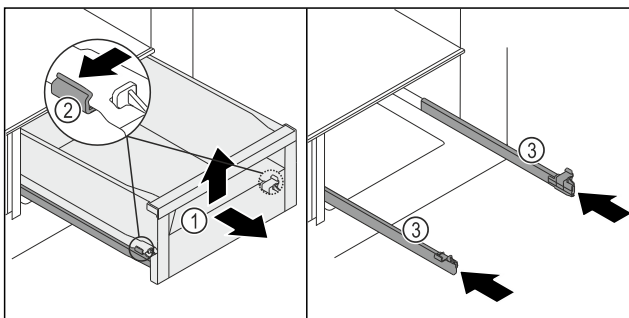

Fig. 94
- Витягніть висувний ящик Fig. 94 (1) до упору.
- Одночасно натисніть затискач Fig. 94 (2) ліворуч і праворуч на рейках злегка назовні.
- Висувний ящик Fig. 94 (1) від'єднається від рейок.
- Підніміть висувний ящик Fig. 94 (1) спереду.
- Вийміть висувний ящик Fig. 94 (1) рухом уперед.
- Всуňte рейки Fig. 94 (3).